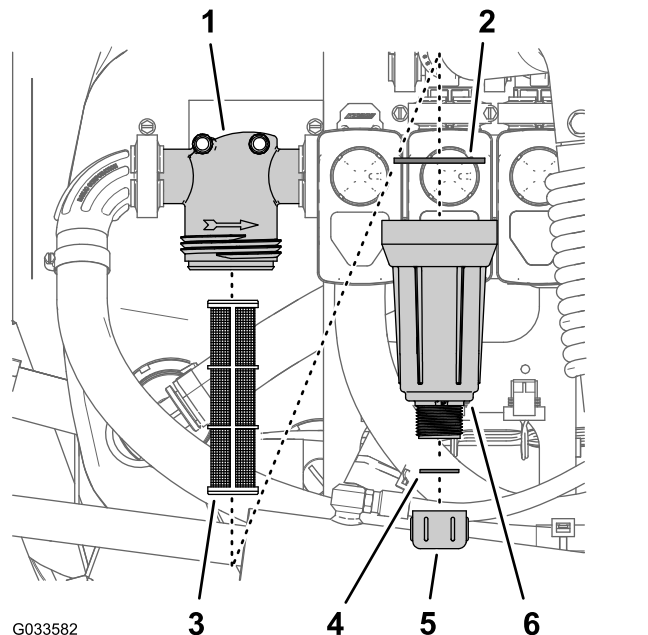

Рисунок 103
2. Поместите сливной поддон под фильтр линии нагнетания (Рисунок 103).
3. Поверните крышку сливного отверстия против часовой стрелки и снимите ее со стакана фильтра линии нагнетания (Рисунок 103).
4. Поверните стакан против часовой стрелки и отделите его от головки фильтра (Рисунок 103).
5. Извлеките старый элемент фильтра линии нагнетания (Рисунок 103).
и прокладку стакана (расположенную внутри головки фильтра) на наличие повреждений и износа (Рисунок 103).
7. Вставьте новый элемент фильтра линии нагнетания в головку фильтра (Рисунок 103).
8. Установите стакан на головку фильтра, затянув от руки (Рисунок 103).
9. Установите крышку сливного отверстия на штуцер в нижней части стакана и затяните крышку от руки (Рисунок 103).